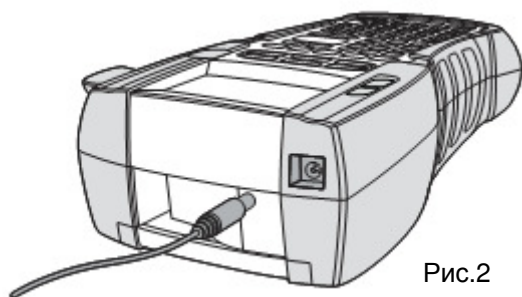

Рис.2
1. Вставьте сетевой адаптер в разъем питания в верхней части принтера (рис.2).